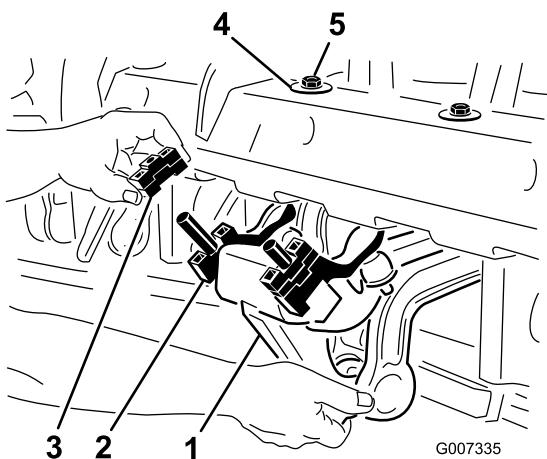

Figura 22
1. Retire as (2) porcas de bloqueio de 1/2 polegada que fixam a estrutura de amortecedores Rotalink à parte inferior da estrutura da cabeça de perfuração (Figura 22).
2. Baixe a estrutura de amortecedores para expor os espaçadores (Figura 22).
4. Volte a montar a estrutura de amortecedores na estrutura da cabeça de perfuração. Certifique-se de que a anilha “D” está colocada junto da estrutura da cabeça de perfuração, conforme indicado em Figura 22. Fixe as (2) porcas de bloqueio.